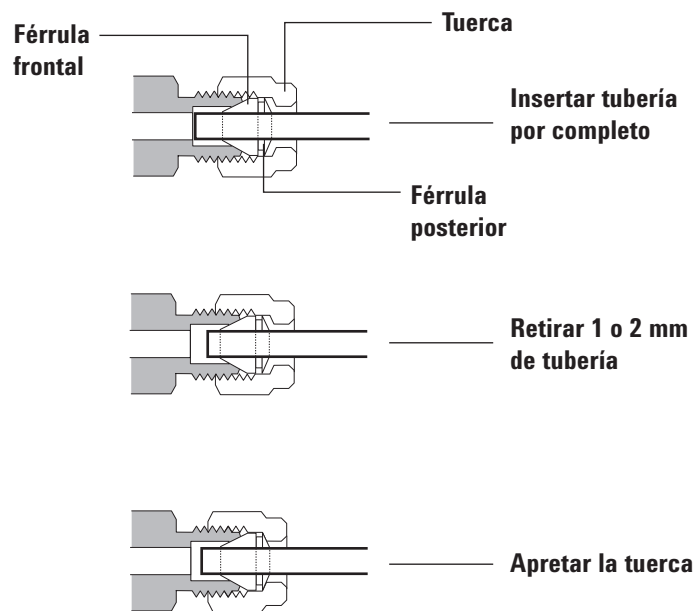

Figura 17. Inserción de la tubería
- 4 Empuje el tubo completamente hacia el interior del tapón y después retírelo aproximadamente de 1 a 2 mm. Consulte la **Figura 17**.